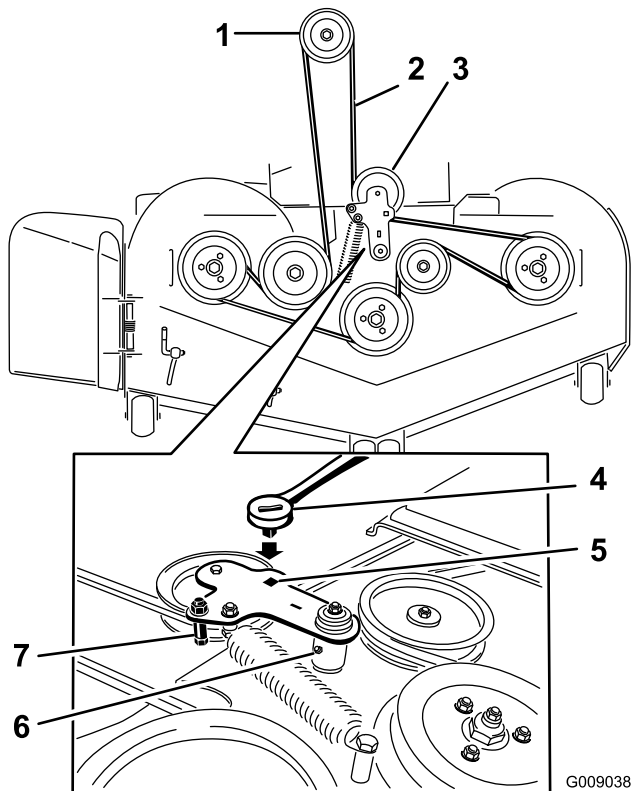

Figura 82
5. Utilice una llave de carraca en el taladro cuadrado del brazo tensor para aliviar la tensión del muelle tensor (Figura 82).
7. Retire la guía de la correa del brazo tensor tensado con muelle según lo ilustrado en Figura 82.
9. Pase la correa nueva alrededor de las poleas del cortacésped y de la polea del embrague, debajo del motor (Figura 82).
10. Instale la guía de la correa en el brazo tensor según se muestra en Figura 82.
11. Utilizando la llave de carraca en el taladro cuadrado, instale el muelle tensor (Figura 82).